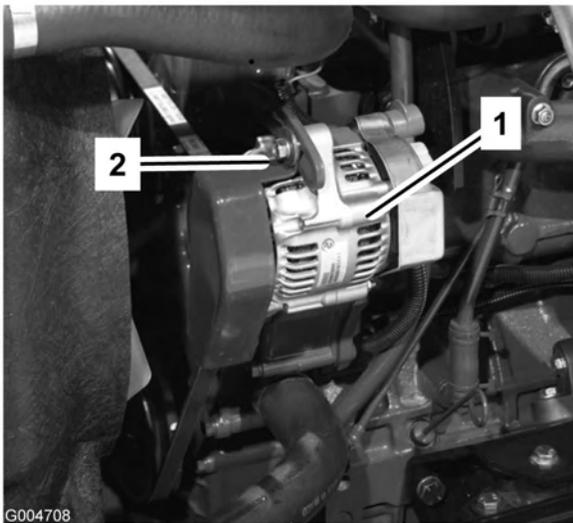

Figura 62
Compruebe la condición y la tensión de las correas (Figura 62) cada 100 horas de operación.
2. Si la desviación no es de 10 mm, afloje los pernos de montaje del alternador (Figura 62). Aumente o reduzca la tensión de la correa del alternador y apriete los pernos. Verifique de nuevo la desviación de la correa para asegurarse de que la tensión es la correcta.